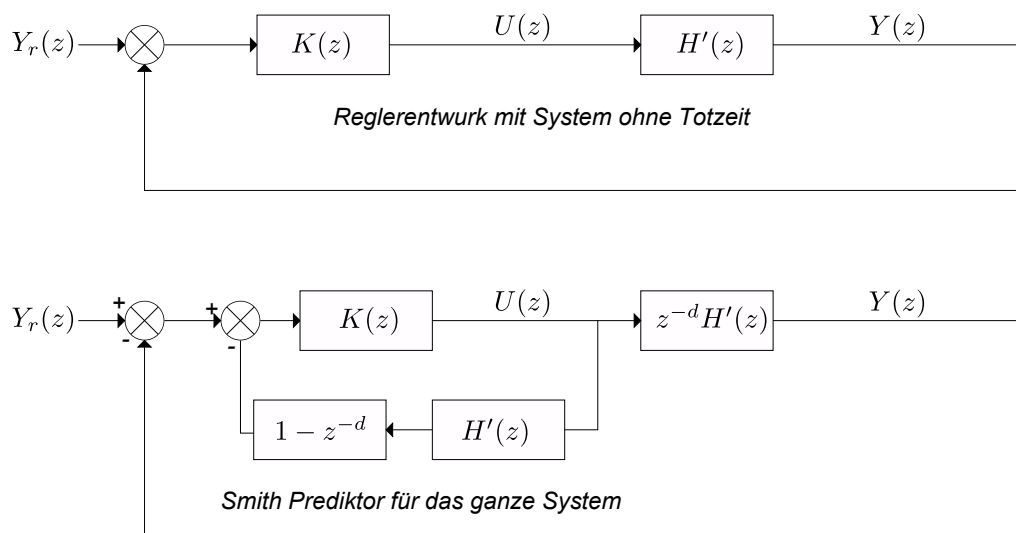

Abbildung 2: Smith-Predictor Prinzip
10. Jetzt wird versucht einen Smith-Predictor zu entwerfen. Das Prinzip des Smith-Predictors ist im Bild 2 zu sehen.